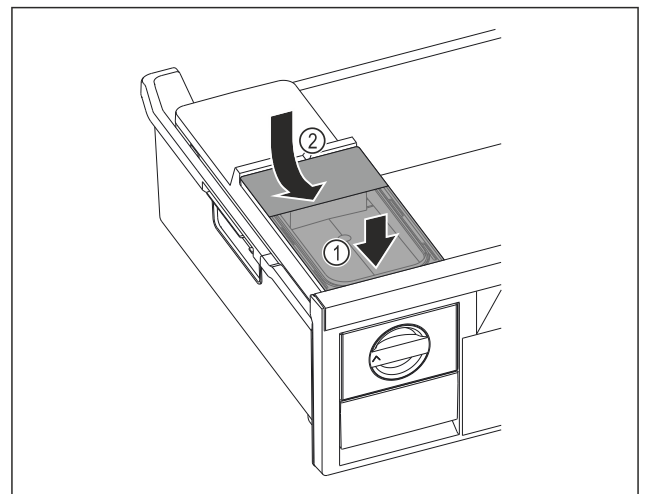

Fig. 81
- ▶ Nádržku na vodu nasadíte vpredú. Fig. 81 (1)
- ▶ Nádržka na vodu spustíte vzadu. Fig. 81 (2)